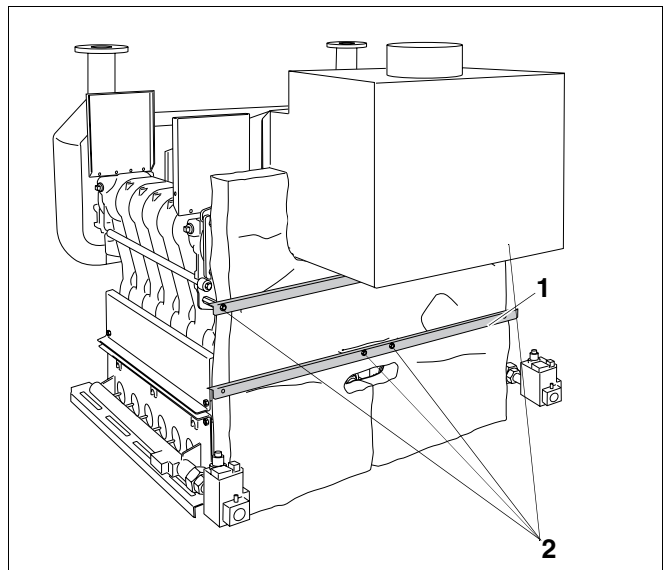
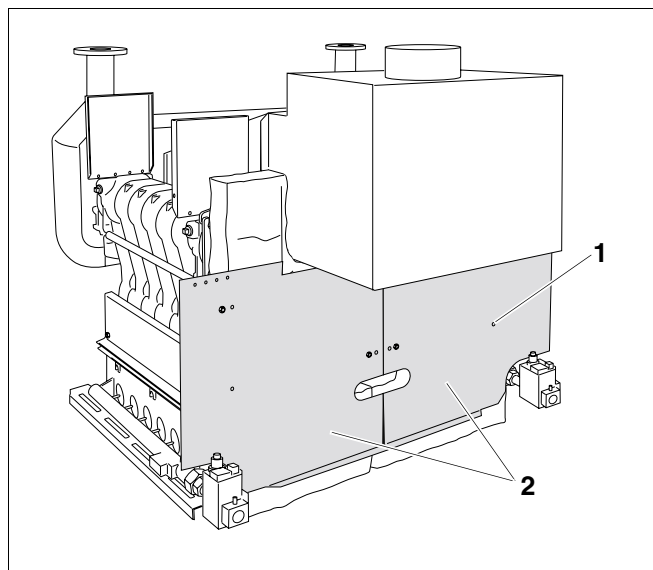

Fig. 47 Fixarea în spate a oțelului cornier
Fig. 48 Montarea pereților din spate
Veți găsi (fig. 47, **poz. 1**) două oțeluri corniere în ambalajul A.
- Ambele oțeluri corniere (fig. 47, **poz. 1**) se poziționează cu cantul în partea de sus și se prinde în bolțurile distanțiere M8 x 75 (fig. 47, **poz. 2**).
- Piulițele cu șaibele aferente se înșurubează pe bolțurile distanțiere M8 x 75 (fig. 47, **poz. 2**) pentru fixarea oțelurilor corniere.
- Introduceți la pereții din spate (fig. 48, **poz. 2**) bolțurile distanțiere M8 x 75 (fig. 47, **poz. 2**, pagina 42).
- Pereții din spate (fig. 48, **poz. 2**) se înșurubează cu șuruburile cu cap plat 3,9 x 9,5 (fig. 48, **poz. 1** – 4 buc pe perete) de oțelurile corniere.